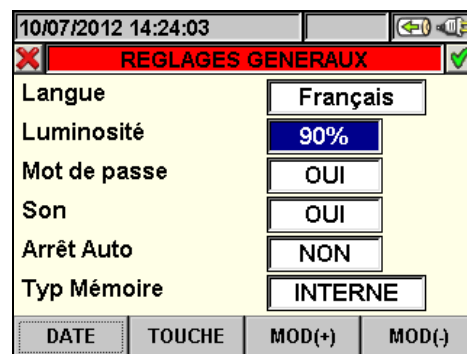

Fig. 11 : Page-écran de réglage de la luminosité de l'écran
- Placer le curseur à l'aide des touches fléchées haut ou bas sur la ligne « Luminosité » la mettant en évidence en bleu, comme il est montré à la Fig. 11 :